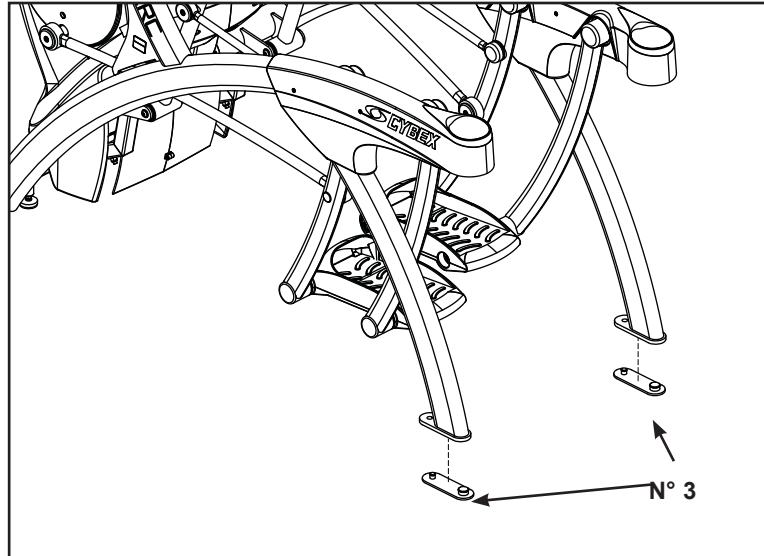

Figure 14
- A. Demandez à une personne de soulever l'appareil tandis qu'une autre place un patin (n° 3) sous chacun des deux pieds arrière. Reportez-vous à la figure 14.